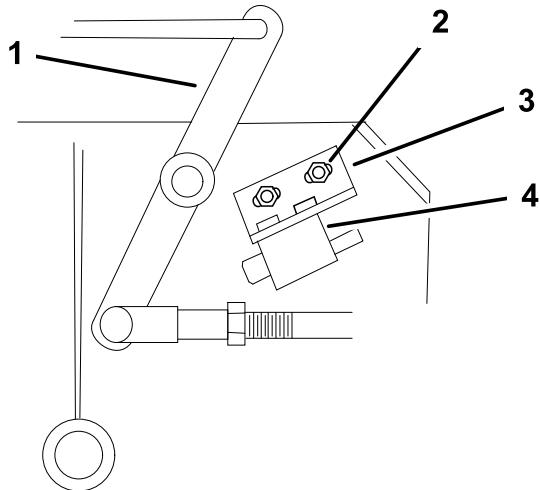

Figure 43
4. Le cas échéant, réglez le contacteur de sécurité des lames en desserrant les boulons de fixation du support du contacteur (Figure 43).
Remarque: Le levier coudé **ne doit pas** toucher le corps du contacteur, car celui-ci pourrait être endommagé (Figure 43).